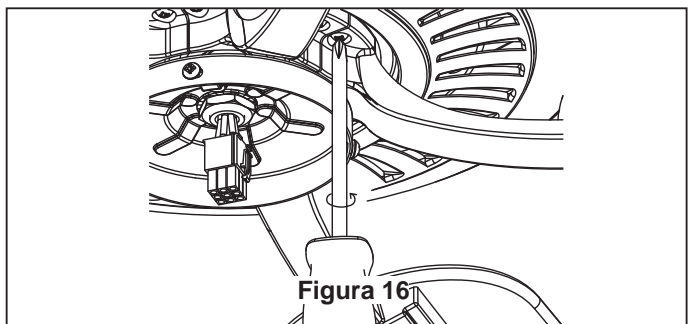

Figura 16
3. Fije los soportes de aspas al soporte del motor mediante los tornillos de 1/4-20 x 15 mm a través de los orificios ubicados al costado del soporte del motor. (Figura 16)